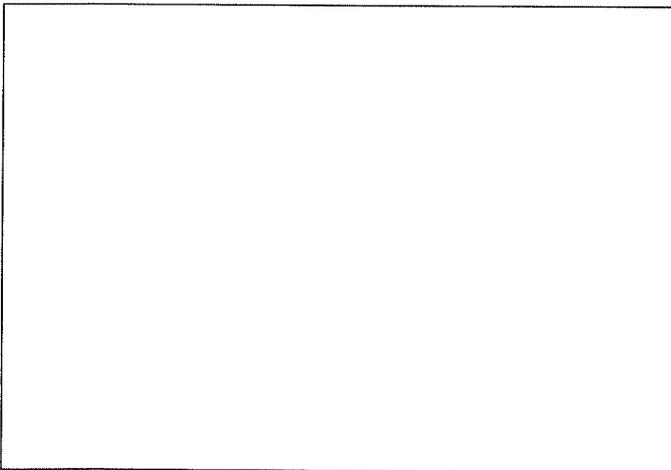

Рис. 5. Силовой гидроузел
- 2 гидравлических цилиндров (8), обеспечивающих подъем подвижных платформ, закрепленных на фиксированных у основания стойках подъемника.
- 1 гидравлической станции (см. Рис. 5), закрепленной на командной стойке для обеспечения работы цилиндров.
СИЛОВОЙ ГИДРАВЛИЧЕСКИЙ УЗЕЛ (Рис. 5)